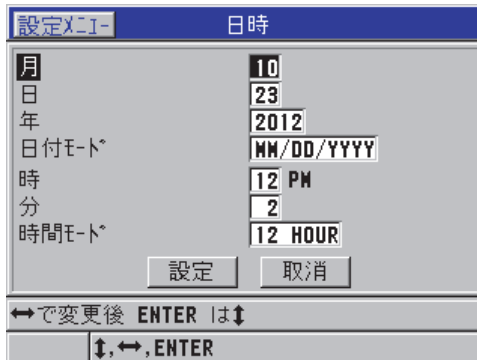

図 4-3 クロック画面
3. 日時画面（45ページの図 4-3を参照）で、現在の日付と時間を設定します。